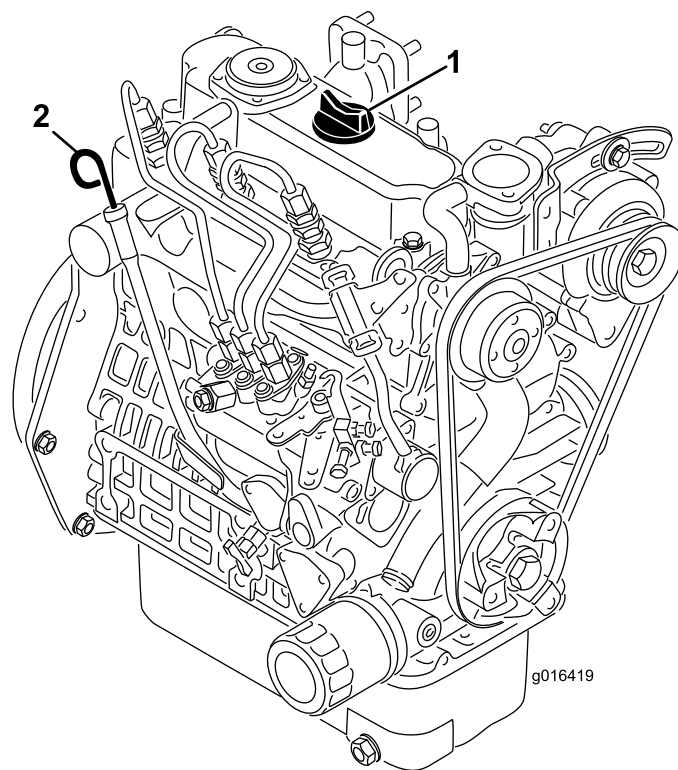

Figura 22
2. Togliete l'asta di livello ed asciugatela con un panno pulito (Figura 22). Premete l'asta di livello nel tubo e assicuratevi che sia completamente in sede. Estraiete l'asta di livello dal tubo e controllate il livello dell'olio. Se il livello dell'olio